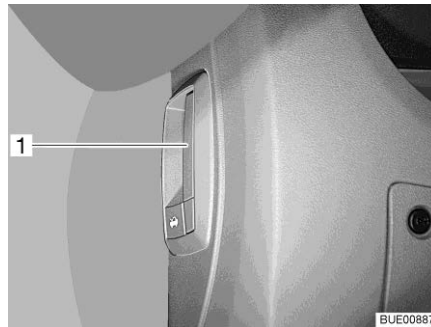

Bild 48 Entriegelungshebel Motorhaube (im Fahrzeug)
- Den Hebel (Bild 48,1) links unter oder seitlich neben dem Armaturenbrett ziehen.